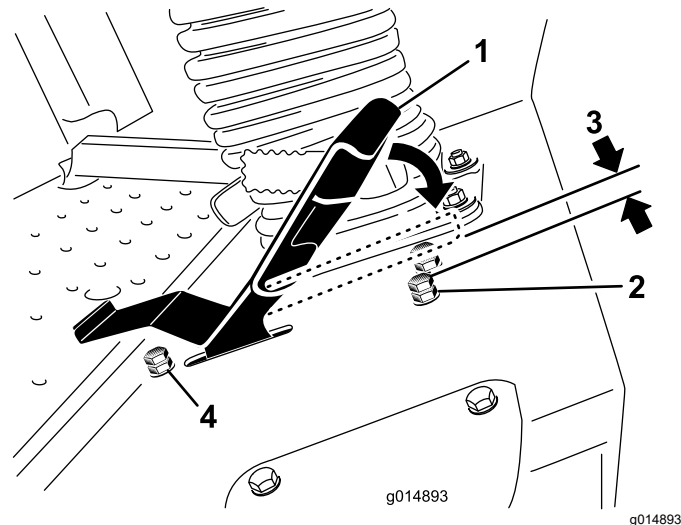

Figura 88
3. Afloje la contratuerca del perno de tope del pedal de tracción (Figura 88).